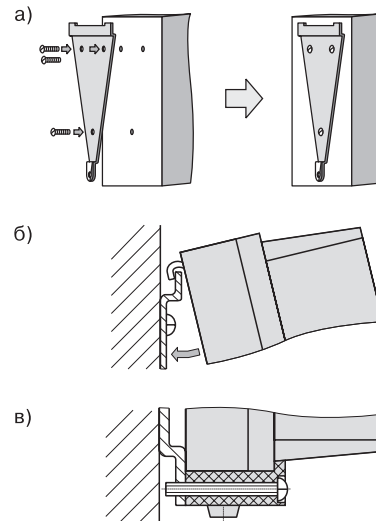

Рис. 13
1. Закрепить кронштейн тремя винтами М4 на поверхности, предназначенной для установки прибора (см. *прил. А* и рис. 13, а).
2. Зацепить крепежный уголок на задней стенке прибора за верхнюю кромку кронштейна (рис. 13, б)
3. Прикрепить прибор к кронштейну винтом М4×35 из комплекта поставки (рис. 13, в).